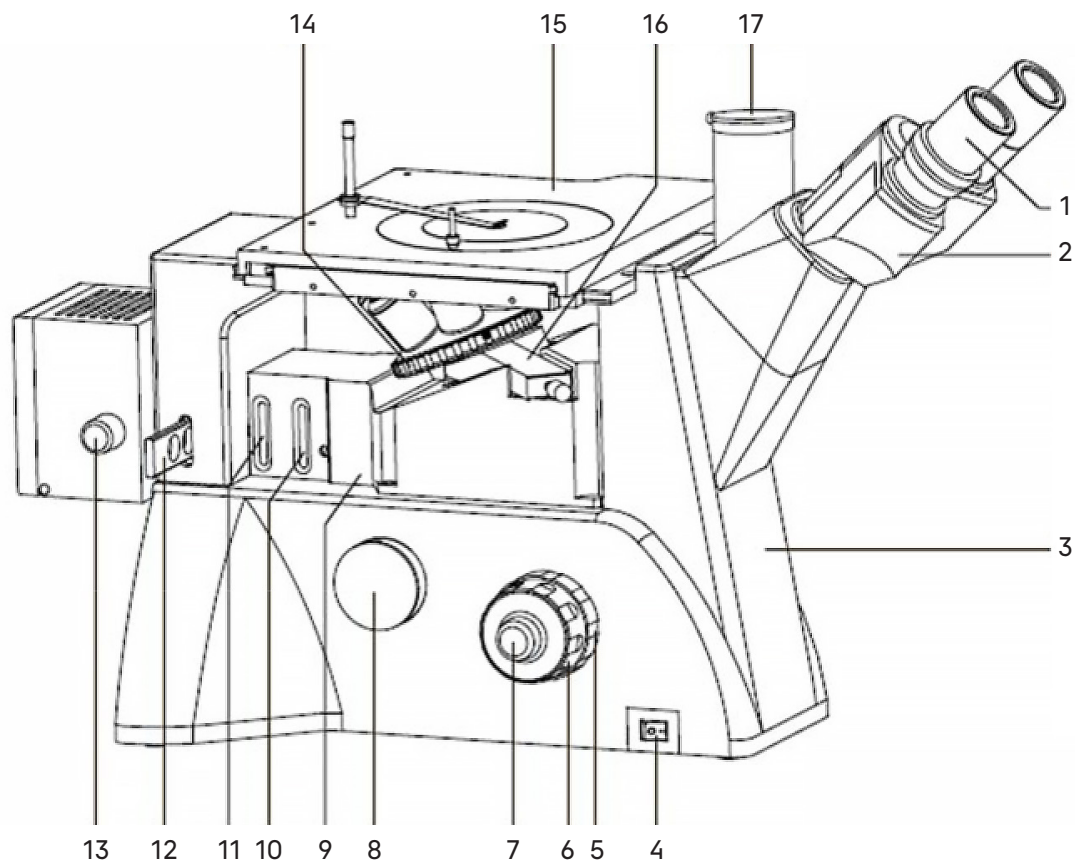
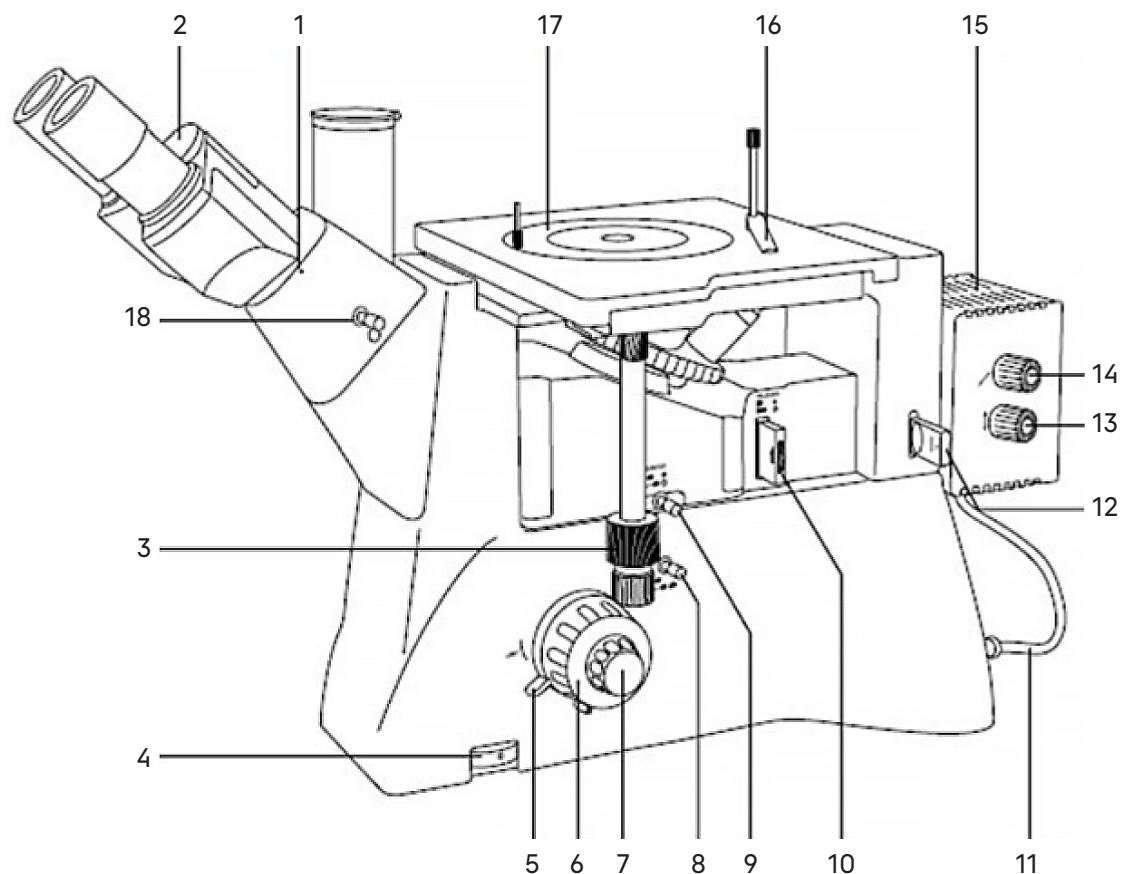

Рис. 1. Микроскоп MAGUS Metal V700 DIC. Вид слева
Рис. 2. Микроскоп MAGUS Metal V700 DIC. Вид справа
Общий вид микроскопа представлен на рис. 1 и 2.
На штативе 3 (рис. 1) закреплены:
- револьверное устройство 14 (рис. 1) с объективами;
- предметный столик 15 (рис. 1);
- тубусы визуальной насадки 2 (рис. 1);
- фонарь лампы 15 (рис. 2).
На левой боковой поверхности штатива расположен выключатель 4 (рис. 1) сетевого напряжения. В положении «—» включается, а в положении «0» выключается сетевое напряжение.
На правой боковой поверхности штатива расположен диск 4 (рис. 2) для регулировки напряжения питания источника света.
На левой боковой поверхности штатива расположен канал визуализации 8 (рис. 1) для установки камеры. Микроскоп укомплектован адаптером C-mount, который устанавливается в этот канал и закрепляется в нем винтом. На адаптер устанавливается камера. Камера служит для вывода изображения на экран компьютера или монитор/телевизор.
Фокусировка на объект осуществляется перемещением по высоте револьверного устройства с объективами. Грубая фокусировка производится вращением коаксиальных рукояток 6 (рис. 1, 2), расположенных по обеим сторонам штатива.
Тонкая фокусировка производится вращением рукояток 7 (рис. 1, 2), расположенных по обеим сторонам штатива. Тонкая фокусировка требуется для более точного фокусирования на объект и для подфокусировки микроскопа на резкость изображения при смене объективов и препаратов. Цена деления тонкой фокусировки – 2 мкм.
Механизм регулировки жесткости хода грубой фокусировки 5 (рис. 1) – кольцо между штативом и рукояткой грубой фокусировки с левой стороны. С помощью кольца регулируется жесткость хода грубой фокусировки так, чтобы жесткость была комфортной для пользователя, но при этом револьверное устройство с объективами не опускалось самопроизвольно во время работы.
Механизм блокировки грубой фокусировки 5 (рис. 2) расположен с правой стороны. После завершения грубой фокусировки рекомендуется перевести рычаг в крайнее положение в направлении по часовой стрелке. Таким образом закрепится положение грубой фокусировки для быстрой рефокусировки после смены препарата.
Тринокулярная визуальная насадка обеспечивает визуальное наблюдение изображения объекта. Насадка закреплена на штативе 3 (рис. 1). В гнездо насадки устанавливается блок окулярных тубусов 2 (рис. 1) и закрепляется винтом 1 (рис. 2). При установке поверните тубусы вверх или вниз для удобства наблюдения.
Изменение межзрачкового расстояния в насадке осуществляется разворотом окулярных тубусов в пределах 48–75 мм. Значение расстояния, установленного в соответствии с глазной базой наблюдателя, отсчитывается по шкале 2 (рис. 2) на насадке.
В вертикальный тубус 16 (рис. 1) корпуса визуальной насадки (канал визуализации) с помощью переходника C-mount устанавливается система визуализации с монитором. Переключение светового потока на вертикальный тубус производится рукоятками 8 (рис. 2) и 18 (рис. 2). Рукоятка переключения светового потока на вертикальный канал визуализации 18 (рис. 2) имеет два положения: 100/0 и 50/50.
В комплект микроскопа входят окуляры 1 (рис. 1). Окуляры имеют высокое положение выходного зрачка и предназначены для работы как в очках, так и без них.
Револьверное устройство 14 (рис. 1) обеспечивает установку пяти объективов. Смена объективов производится вращением револьверного устройства за конусную рифленую поверхность до фиксированного положения.
Встроенные полевая и апертурная диафрагмы отцентрированы в оптической оси на заводе-изготовителе и дополнительной центровки не требуют. Если появится необходимость, диафрагмы можно отцентрировать регулировочными винтами. Раскрытие/закрытие полевой и апертурной диафрагм производится вращением кольца 10 (рис. 1) и кольца 11 (рис. 1) соответственно.
Двухкоординатный механический предметный столик 15 (рис. 1) закреплен на штативе. Перемещение столика осуществляется рукоятками 3 (рис. 2).
На задней стенке штатива микроскопа находится соединительный переходник. На него устанавливается фонарь галогенной лампы 15 (рис. 1).
Регулировка положения лампы относительно оси осуществляется рукоятками 13, 14 (рис. 2).
Регулировка положения лампы относительно коллектора осуществляется рукояткой 13 (рис. 1).
Для проведения наблюдений в поляризованном свете микроскоп оснащен устройством простой поляризации, которое включает в себя съемные анализатор 9 (рис. 2) и поляризатор 10 (рис. 2). Поляризатор вращается в диапазоне 0–360°. Анализатор выполнен в виде пластины и не оснащен поворотным диском.
В комплект микроскопа входит слайдер со светофильтрами 12 (рис. 2). Слайдер имеет 5 положений: желтый, синий, матовый, зеленый фильтры, а также свободное отверстие. Светофильтры помогают правильно настроить цветопередачу в зависимости от образца исследования, улучшить цветовой баланс и повысить контрастность и яркость изображения.
Для проведения наблюдений методом ДИК микроскоп оснащен модулем ДИК 16 (рис. 1). Наблюдения проводятся с объективами 5х, 10х и 20х.